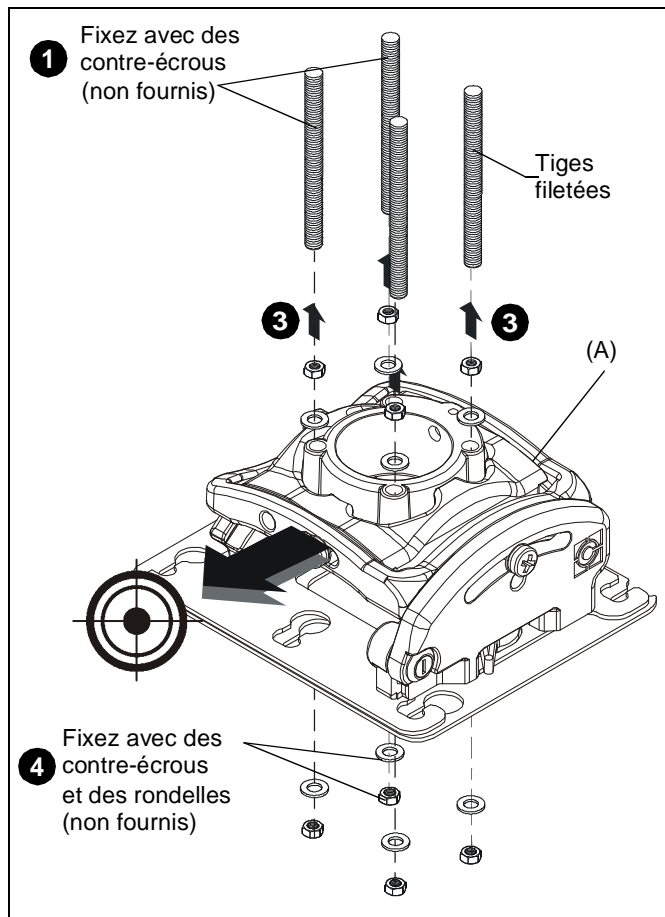

Figure 10
4. Fixez les tiges filetées au RPME avec les contre-écrous de 1/4" (non inclus) et les rondelles de 1/4" (non incluses). (Voir la Figure 10)